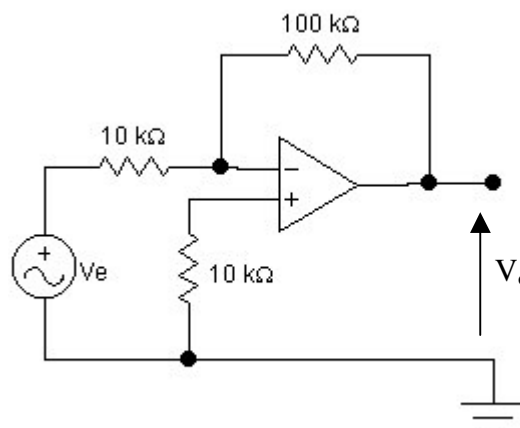

Figura 2 – Estudo da entrada inversora.
2.1. Montar o circuito mostrado na figura 2.